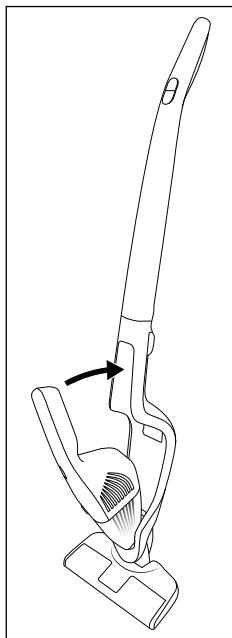

Bild 2
- 2) Tryck sedan in handenhetens **3** handtag **1** i skaftet **10** så att handenheten **3** låser fast (bild 2).